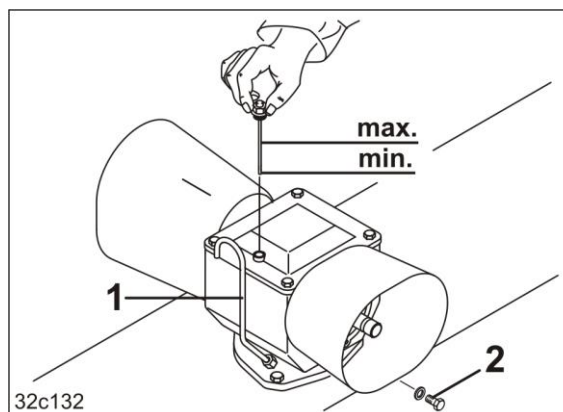

Fig. 177
Giret har et ventilasjonsrør (Fig. 177/1).
3. Skru ut oljetappepluggen (Fig. 177/2).